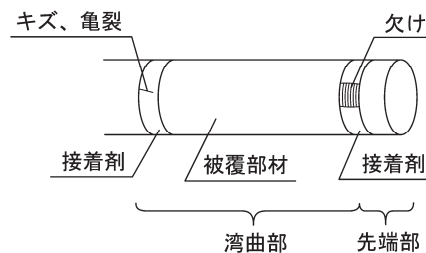

図1
- ・湾曲部の被覆部材の両端の接着剤にキズ、欠け、亀裂などがいないことを確認すること。湾曲部の被覆部材は両端の外周を糸で巻き、その上から接着剤を塗布することによって固定されている。そのため、接着剤が欠けると糸が露出する。異常がある状態で使用すると、体腔内を傷付けたり、接着剤や糸が脱落するおそれがある（図1参照）。